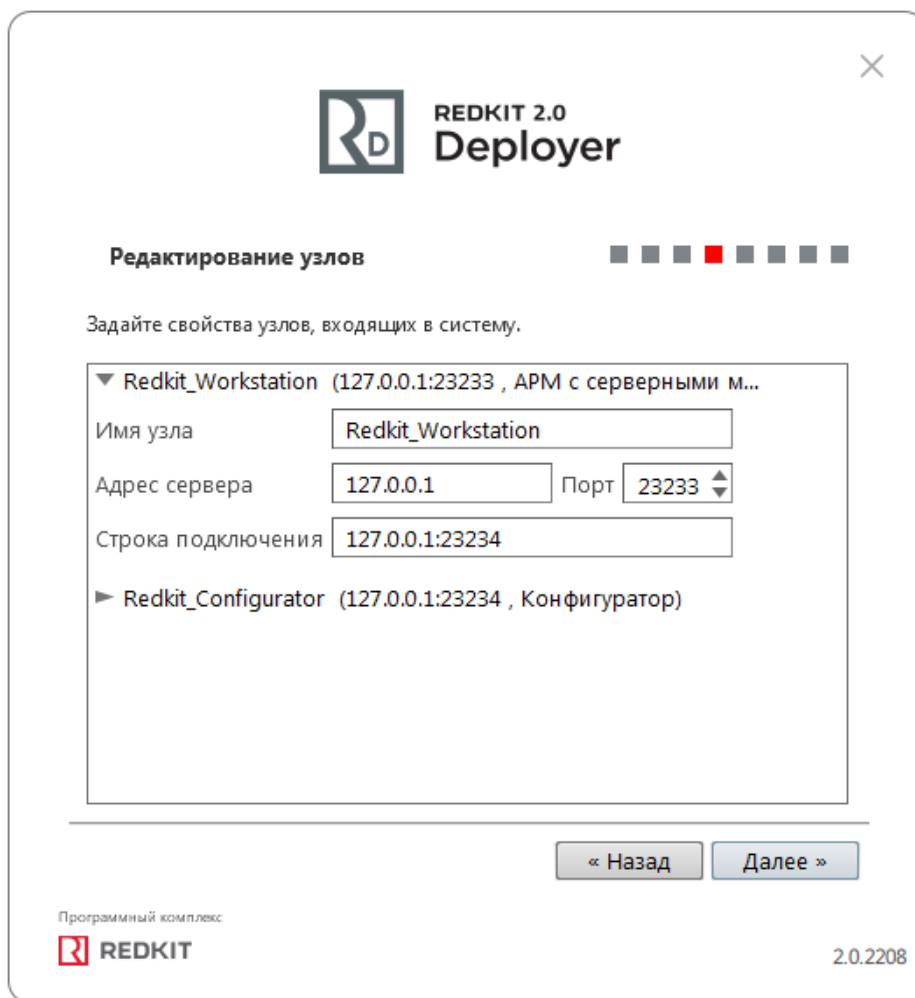

Рисунок 121 - Редактирование узлов
10. Оставьте свойства узлов по умолчанию и нажмите **Далее** (Рисунок 121).